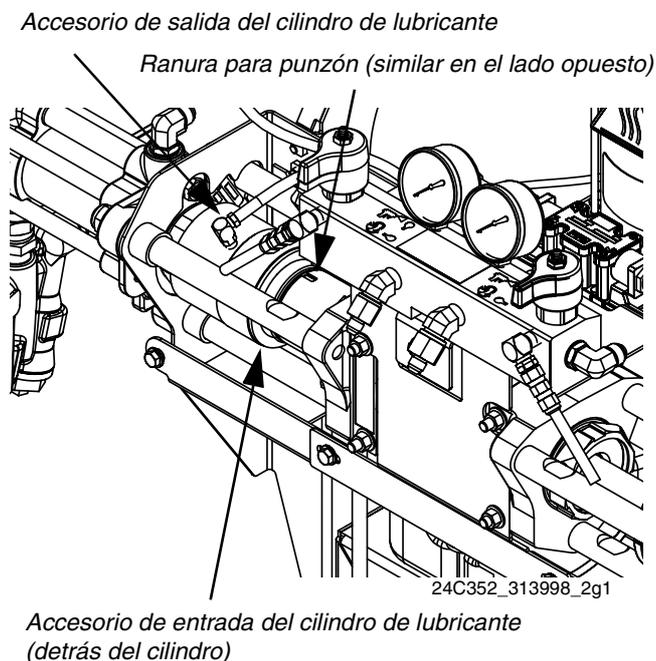

FIG. 1: Cilindro de lubricante
- Desenrosque el cilindro pequeño del impulsor hidráulico y deslícelo adentro del cilindro más grande. Use las ranuras para punzón en el cilindro de lubricación para ayudar a girar si es necesario. Vea la FIG. 1.